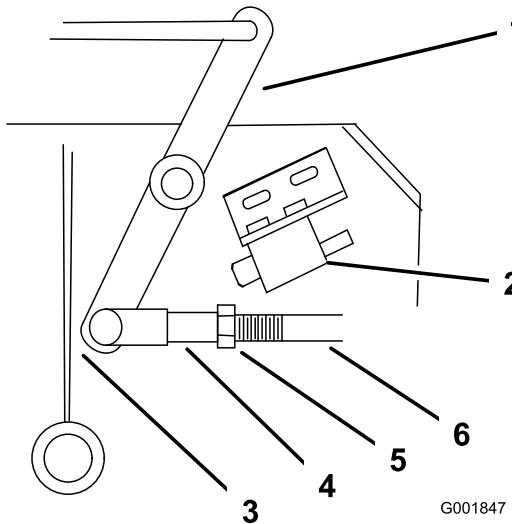

Figura 49
4. Ajuste la longitud del acoplamiento hasta que el extremo inferior de la palanca acodada casi roce el refuerzo del soporte del eje (Figura 49).
9. Afloje la tuerca de la horquilla (Figura 49).